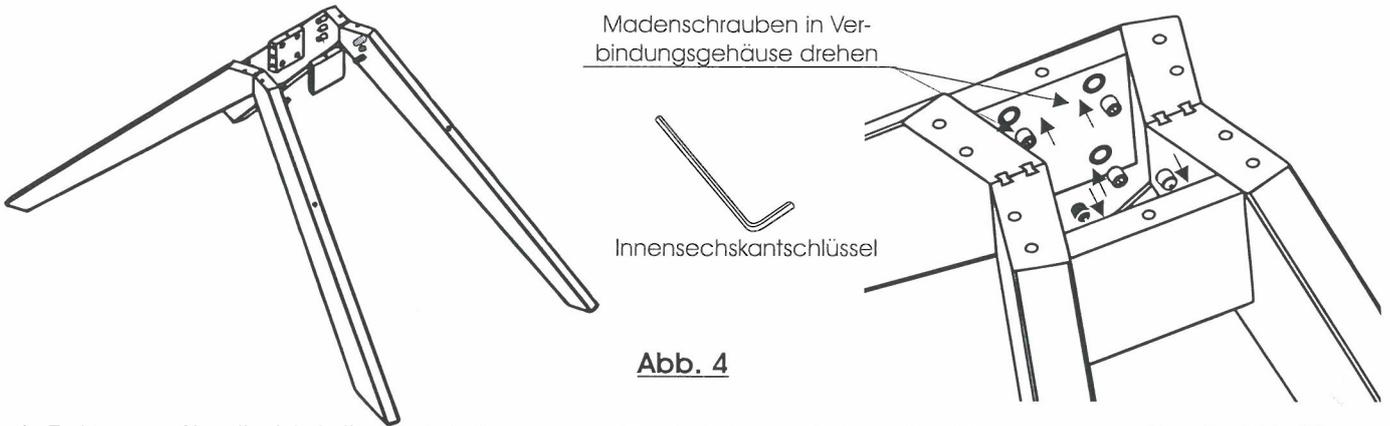

Abb. 4
- Drehen Sie mit einem Innensechskantschlüssel in jedem Verbindungsgehäuse der Zargen eine Madenschrauben ein. Hierdurch werden die Gestelle und Zargen zusammengezogen. (Abb. 4)